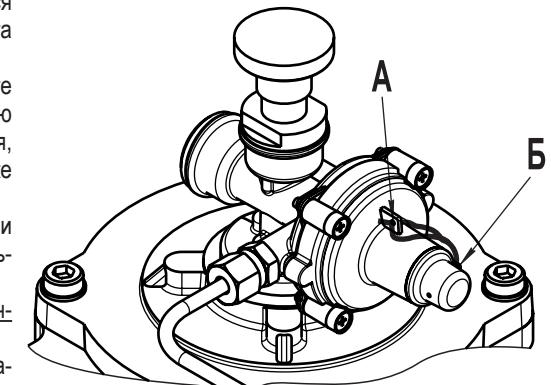

Рис. 6
#### 4.7 Пломбирование предохранительно-запорного клапана (рис. 6).
**4.11.2 Для** пломбировки используйте проволоку диаметром 0,8 - 1,5 мм, которую необходимо протягивать через отверстия, расположенные в корпусе ПЗК и колпачке (рис. 6, места А и Б).